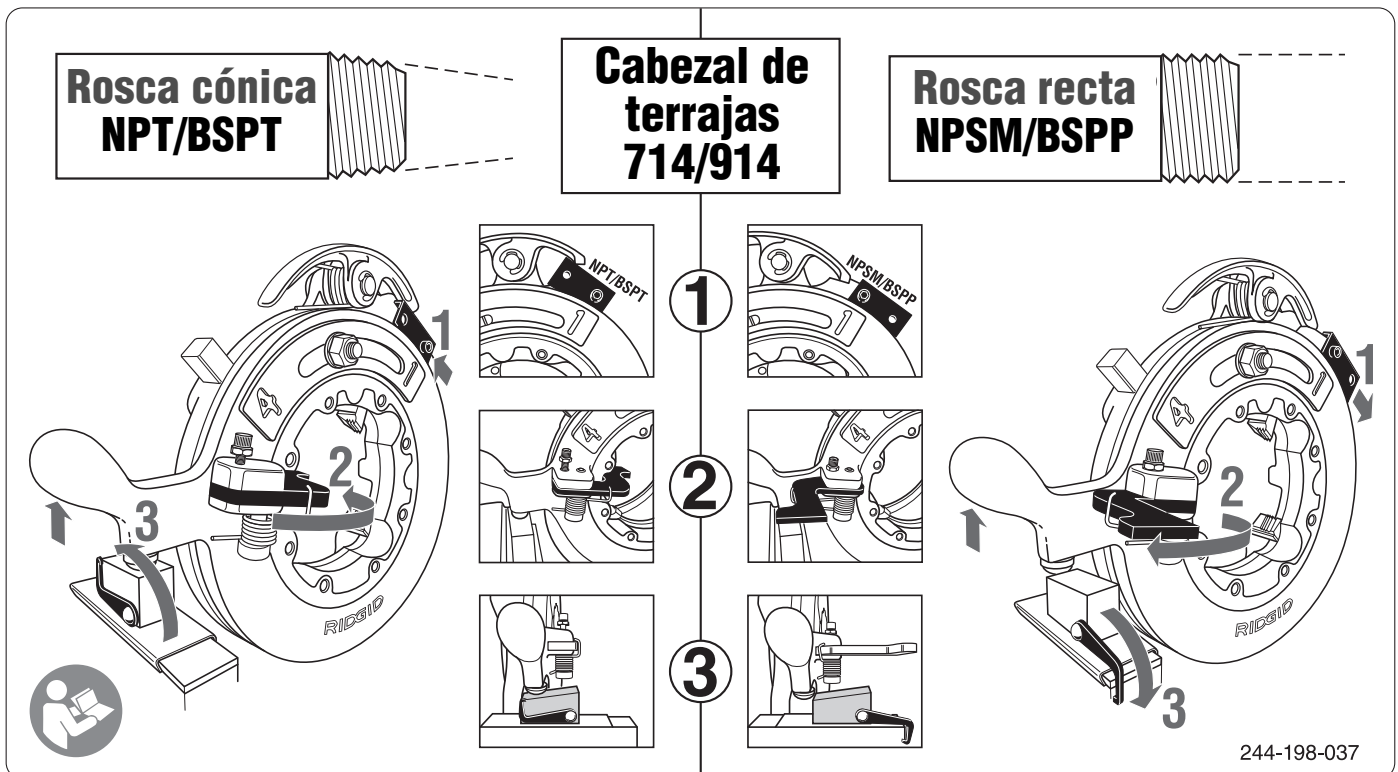

Figura 15 – Ajuste para tubos con roscas cónicas o roscas rectas
- Para roscas cónicas (NPT o BSPT según del cabezal de terrajas), consulte la *Figura 15*: los ajustes se hacen hacia **ADENTRO**.
- Para roscas rectas (NPSM o BSPP según el cabezal de terrajas), consulte la *Figura 15*: los ajustes se hacen hacia **AFUERA**.
- (1) Coloque la placa de cierre hacia **afuera**, alejada de la palanca de liberación. Trabe la placa de cierre con el tornillo, a través del agujero marcado "NPSM/BSPP".
- (2) Mueva el talón de apertura hacia **afuera**, alejado del tubo, y apriete el tornillo de la placa de liberación para mantener fijada la posición.
- (3) Jale la barra de senos hacia **afuera**, alejándola del cabezal de terrajas y haga girar el pestillo para engancharlo al carro. Hay un agujero al final del carro para encajar el pestillo.